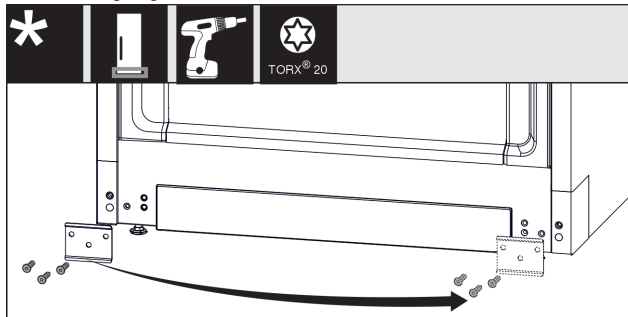

Fig. 21
- Blech Fig. 21 (1) abschrauben, auf die andere Seite umsetzen und wieder anschrauben.